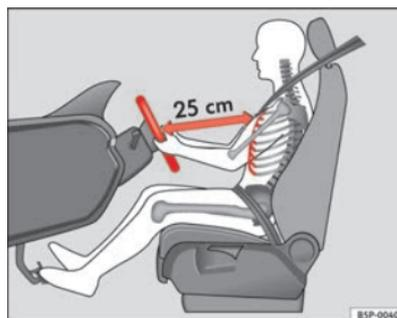

Fig. 116 Posizione corretta sul sedile di guida
- Posizionare il volante nel modo desiderato ⇒ fig. 116.
- Regolare il sedile del conducente o la posizione del volante in modo tale che la distanza tra il volante stesso e lo sterno del conducente sia di almeno 25 cm ⇒ pag. 165, fig. 116. Se la distanza minima non viene rispettata, l'efficacia del sistema degli airbag si riduce, con gravi rischi per l'incolumità delle persone (non escluso quello di morte).